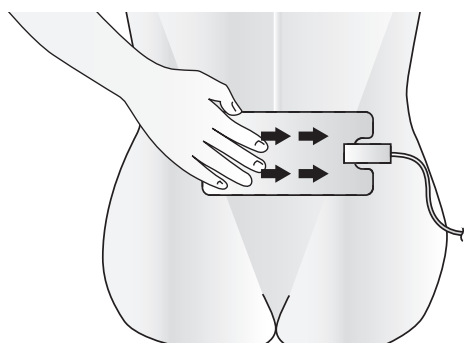

Figura 4-7. Applicazione dell'elettrodo di riferimento alla zona lombare
- b. Applicare l'elettrodo di riferimento su un lato (Figura 4-7) e premere con decisione; spianare fino al lato opposto in modo che l'intera area aderisca completamente alla cute del paziente.